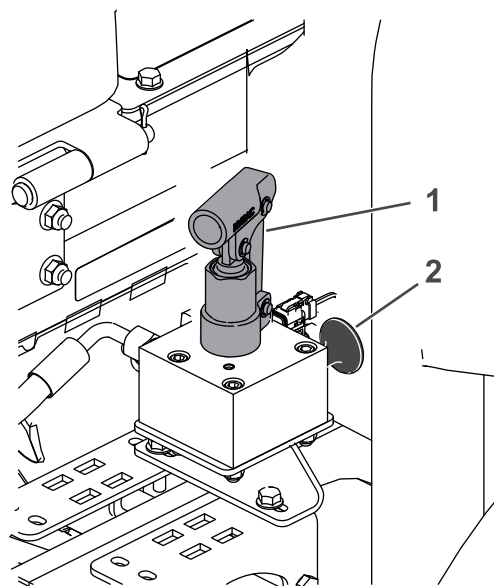

Figura 99
4. Localizați colectorul de eliberare a frânei lângă anvelopa din dreapta față i în spatele rezervorului hidraulic (Figura 99).